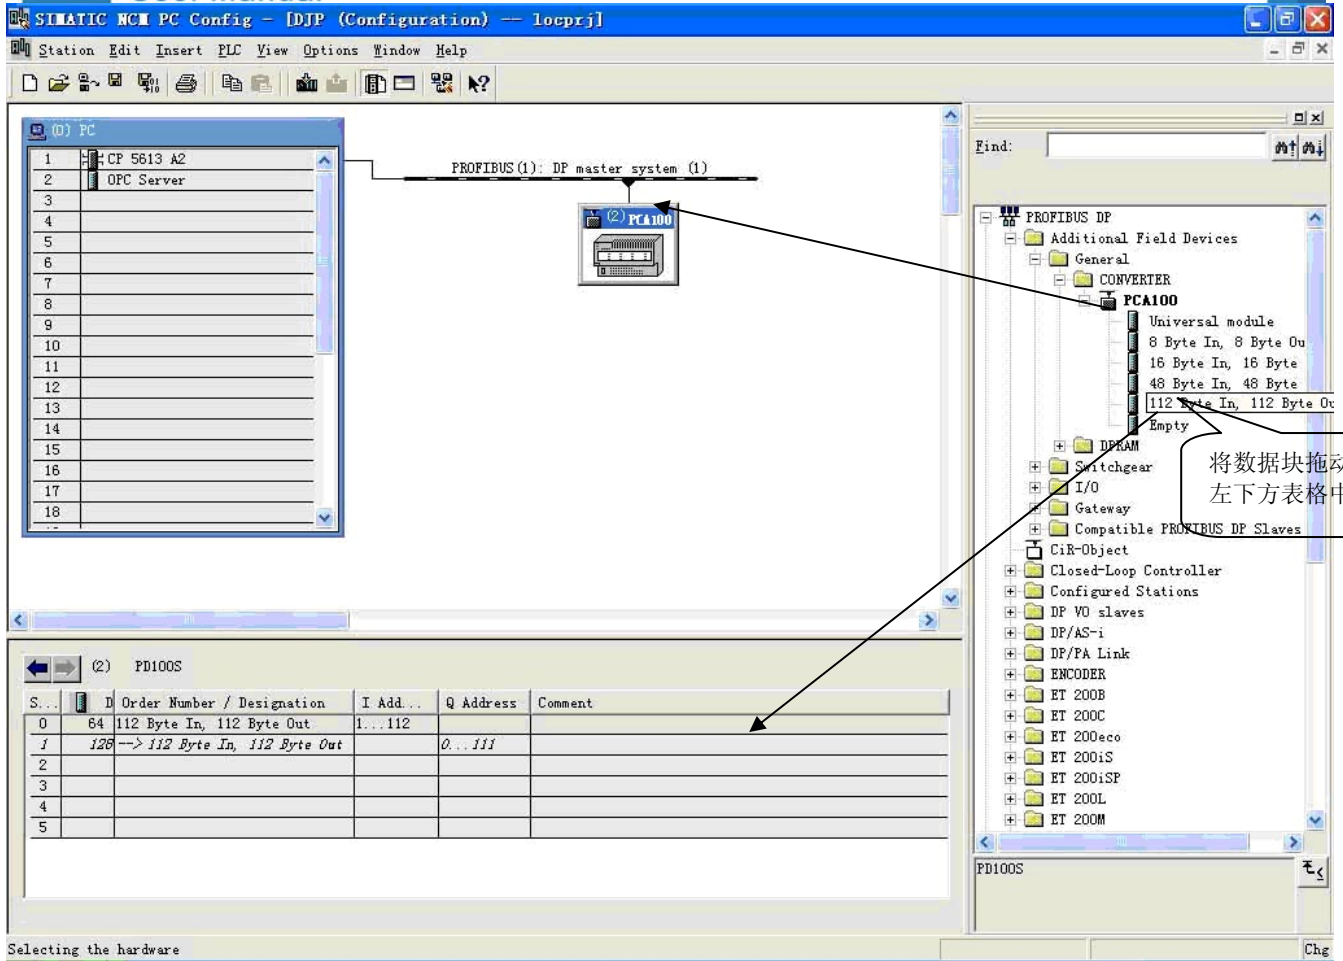

图 10
11. 将从站 PCA-100 配入到 PROFIBUS 网络配置当中，并将输入输出数据块，映射到 S7-300 或者其它控制器的内存当中。如图 10: